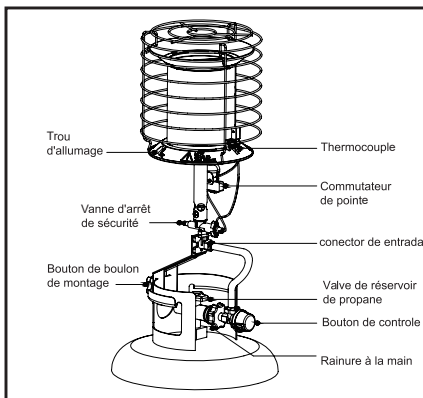

Figure 2 - Fixation de chauffage au gaz propane/GPL réservoir
2. Enfoncez deux vis mécaniques (fournies) dans les trous de boulon fixant le support de collier de réservoir à la plaque de montage. **MODÈLES À 30 000 BTU** Aide de 2 vis de quincaillerie, fixez le support du réservoir au brûleur comme le montre la figure 2.
2. Placez une allumette allumée près de la face de l'élément chauffant (tamis à mailles) du brûleur que vous allumez. Localisez le trou d'allumage situé au bas du brûleur. (voir la figure 2.)
3. Appuyez sur le bouton de la soupape de sécurité qui laisse entrer le gaz au brûleur (voir figure 2).